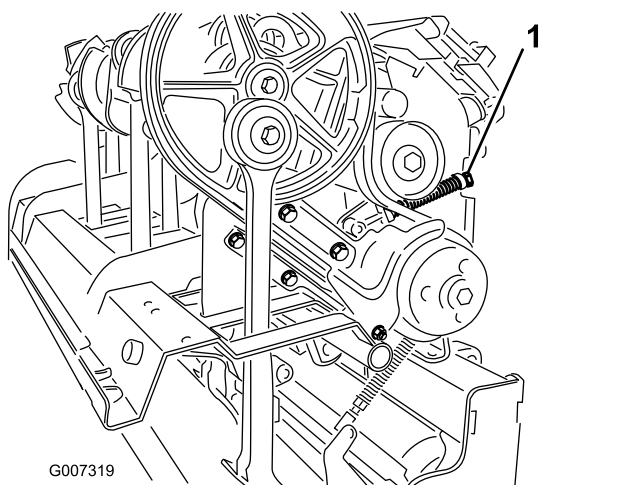

Рисунок 38
4. Чтобы снять натяжение пружины натяжного ролика, ослабьте контргайку крепления держателя пружины (Рисунок 38) и поверните держатель пружины.